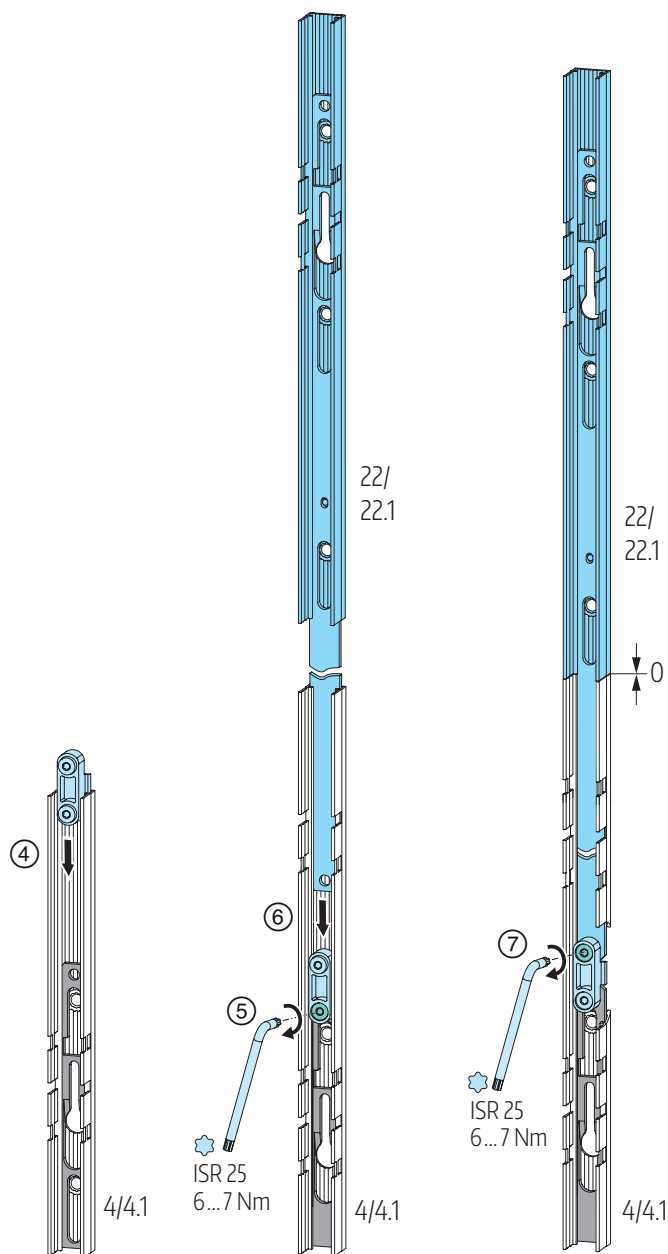

Abb. 56
④ Riegelverbindungsstück in Führung Riegelstange des Getriebes 4/4.1 einführen und ⑤ mit Riegelstange des Getriebes koppeln, ISR 25, 6 ... 7 Nm. ⑥ Riegelstange der Getriebeverlängerung in Getriebe einführen und ⑦ über Riegelverbindungsstück mit Riegelstange Getriebe verbinden, ISR 25, 6 ... 7 Nm.; **Abb. 56**.